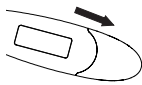

Figure 3
2. Soulever le couvercle du compartiment de pile comme indiqué sur la Figure 3.